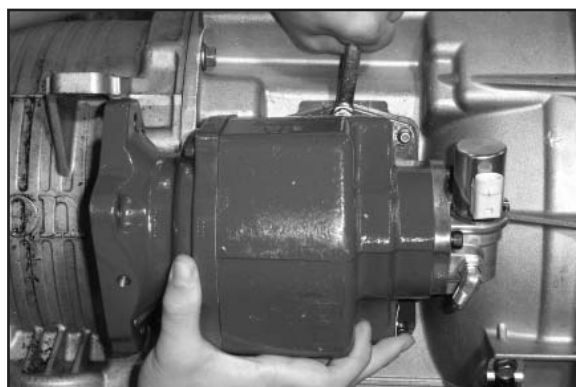

Abb. 6
6. Den Nebenantrieb anbringen und mit den oberen Kopfschrauben befestigen (**Abb. 6**).